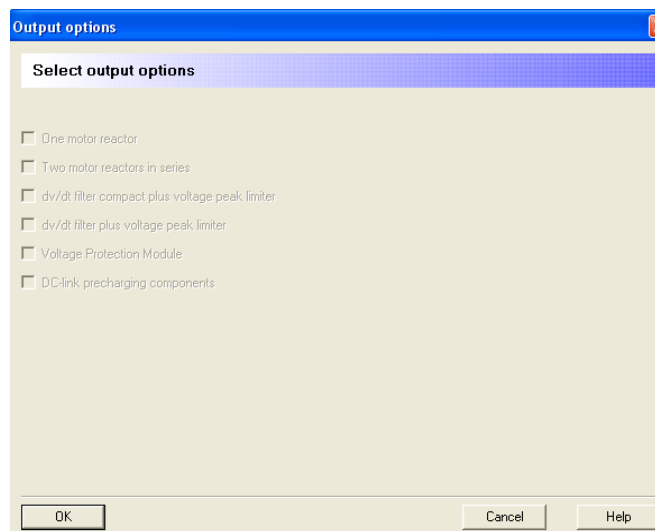

Figura 3.2.57 “Select output options”
- *Output options*: debido a las opciones anteriormente seleccionadas en esta ocasión no se podrá seleccionar ninguna de las opciones que aparecen en la ventana, como se muestra en la figura 3.2.57.